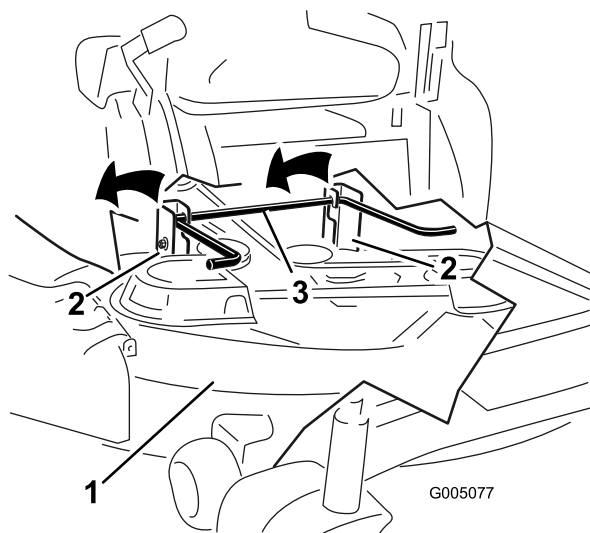

Figure 69
6. Soulevez et enlevez le plateau de coupe et les supports de la tige de levage arrière et abaissez la tondeuse au sol avec précaution (Figure 69).
5. Soulevez l'arrière du plateau de coupe et guidez les supports sur la tige de levage arrière (Figure 69).